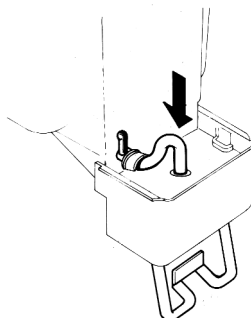

Bild 15
- 3 - Ende des Ausgabeschlauchs in den vertikalen Sitz im Ventilkörper einsetzen (Bild 15).